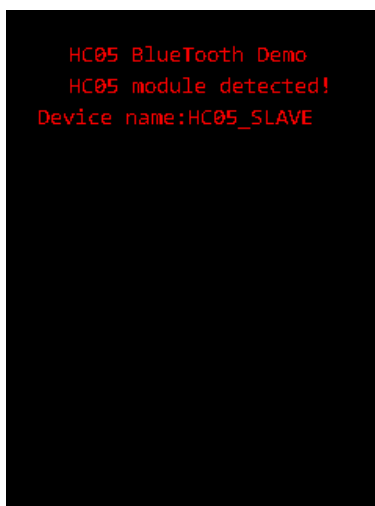

图 2-4 HC05 模块正常运行时的液晶显示
- ❑ 开发板的液晶屏会显示“HC05 BlueTooth demo, HC05 module detected! Device name :HC05\_SLAVE”三行文字, 见图 2-4, , 长按开发板的 KEY2 按钮(注意不要按 KEY1), 会随机生成一个新名字;
- 开发板的液晶屏会显示“HC05 BlueTooth demo, HC05 module detected! Device name :HC05\_SLAVE”三行文字，确认两个开发板的液晶都显示这样的状态。见图 2-4；